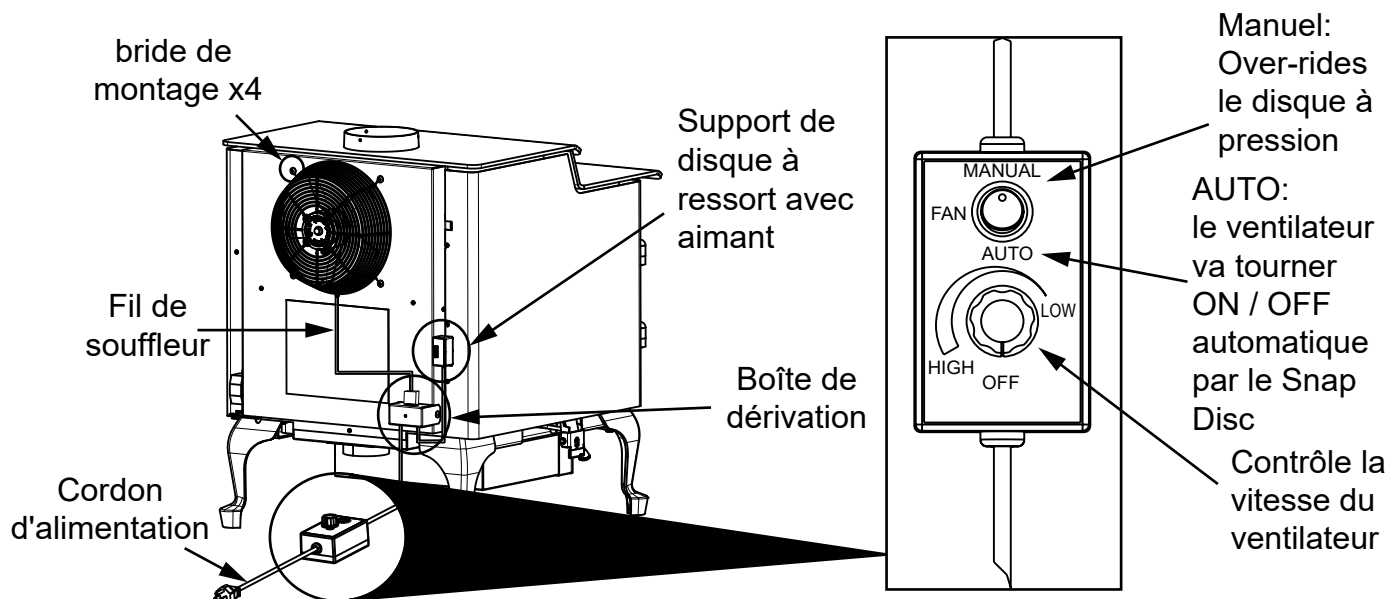

Figure 24.1
2. Alignez les trous de la bride de montage du ventilateur avec les trous sur l'appareil. Le ventilateur de convection doit être placé sur le côté inférieur arrière du revêtement extérieur, comme illustré à la **figure 24.1**.